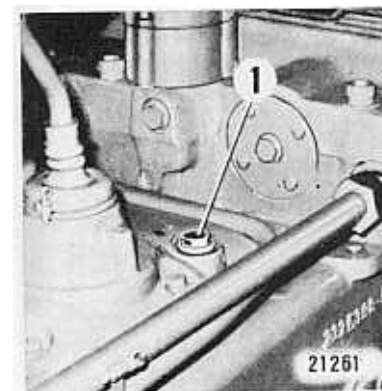

Fig. 78
En vue de vidanger l'huile altérée, ouvrir les 2 vis-bouchons (flèches sur figure); autant que possible faire la vidange tant que la transmission est encore en température de marche. Une fois l'huile écoulee, refermer les 2 vis-bouchons, sans oublier les bagues-joints; faire le plein en huile fraîche par le col ① de la gaine-guide de la jauge (Fig. 78).